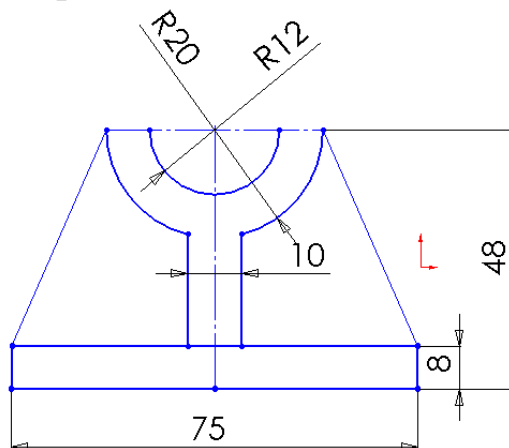

Рис. 9. Полностью определенный эскиз для создания модели
1. Постройте эскиз на плоскости, заданной по умолчанию, и задайте все требуемые взаимосвязи и размеры (рис. 9).
2. Постройте эскиз вида модели спереди на передней плоскости. Добавьте на эскиз требуемые взаимосвязи и размеры (рис. 9). При этом следите за тем, чтобы не выходить из эскизной среды.